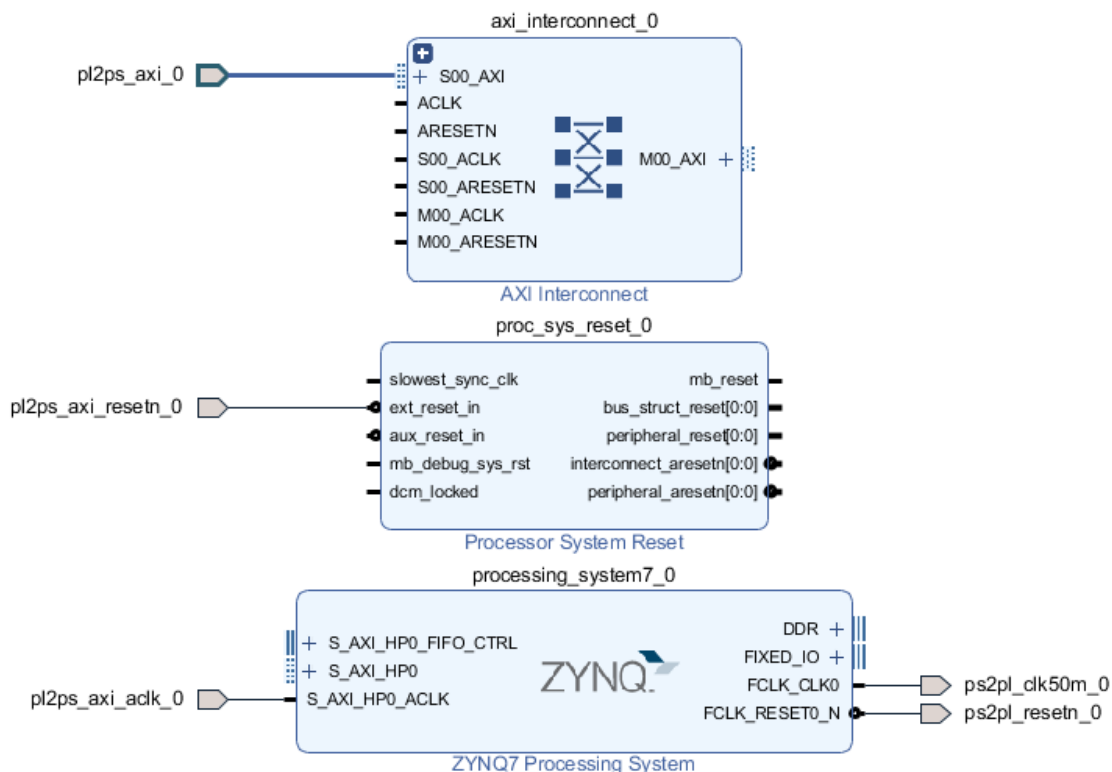

图 39-22 导出端口
2. 依据步骤 1，导出 ZYNQ 核的 FCLK_CLK0 接口和 S_AXI_HP0_ACLK 接口，分别用于为 PL 端提供工作时钟、为 HP0 接口提供时钟。为了方便区分，将接口分别重命名为 ps2pl_clk50m_0、pl2ps_axi_aclk_0；导出 Processor System Reset 核的 ext_reset_in 接口，用于 IP 核的复位信号输入接口。为了方便区分，将信号重命名为 pl2ps_axi_resetrn_0；导出 AXI Interconnect 核的 S00_AXI 接口，用于输入 AXI4 总线信号。为了方便区分，将信号重命名为 pl2ps_axi_0。导出端口后的设计如图 39-22 所示：